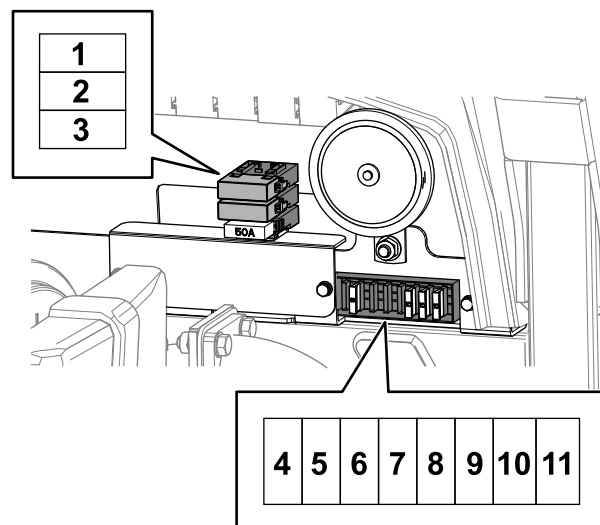

**Figura 72**
5. Sostituite qualsiasi fusibile aperto con un fusibile di uguale amperaggio (Figura 72).